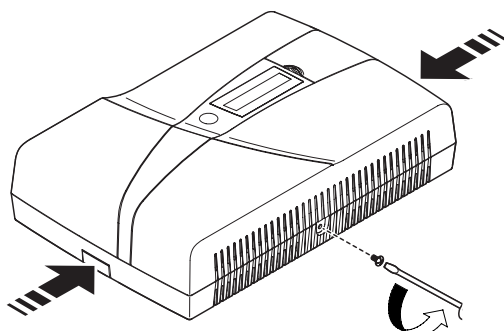

fig. 1
- aprire il coperchio svitando la vite posta sul fondo della Centrale (fig. 1).
- sganciare il coperchio dal contenitore esercitando una leggera pressione in corrispondenza delle "linguette" laterali come indicato nella figura (fig. 1).